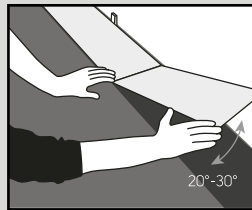

Fig. 2
2. Instale la primera fila asegurándose de que los bordes cortos hacen clic entre sí (fig. 2).